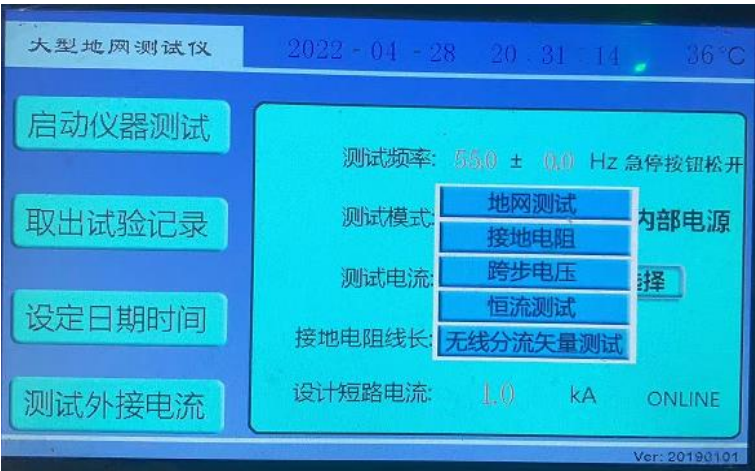
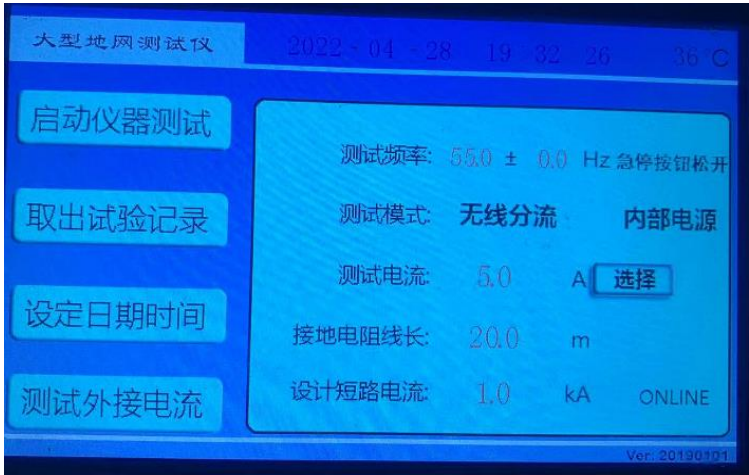

图 22
图 23
1. 做杆塔分流测试时候，点击测试模式右边的菜单，选择无线分流矢量测试，如图 22。点击选择完毕之后，显示开机主界面如图 23
- A. 图 22 界面下，有两个数据输入框，分别为点存储序号 8 与页存储序号 0。